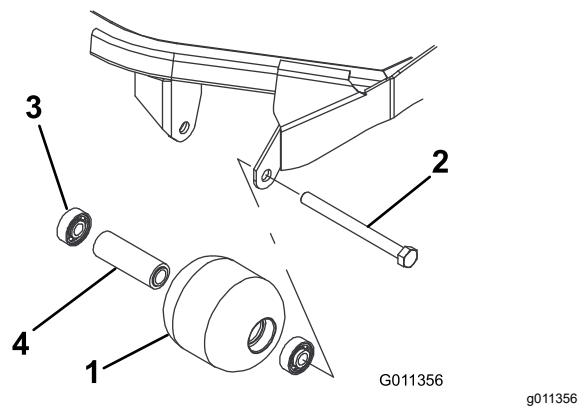

Figure 65
1. Retirez le boulon de fixation du galet (Figure 65).
1. Enfoncez le premier roulement dans le logement à la presse (Figure 65). Exercez la pression uniquement sur la bague extérieure ou uniformément sur les bagues intérieure et extérieure.
2. Insérez l'entretoise (Figure 65).
3. Enfoncez le second roulement dans le logement à la presse (Figure 65). Exercez une pression uniforme sur les bagues intérieure et extérieure jusqu'à ce que la bague intérieure rencontre la douille d'écartement.